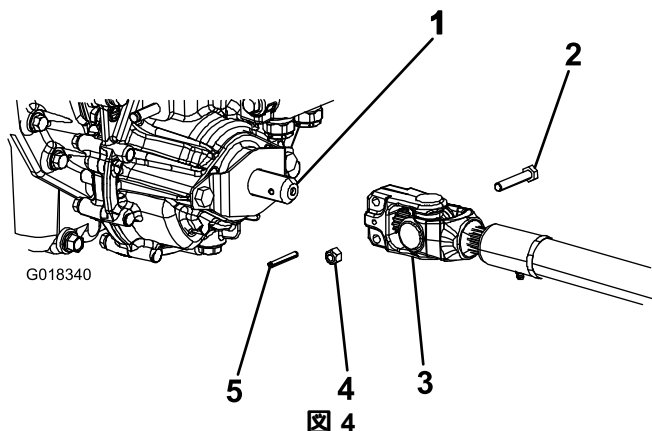

図 4
- PTO 駆動シャフトを機体前部の下に置く。駆動シャフトのスリップシャフトヨーク 図 4 がトランスミッションの PTO シャフトを向いていることを確認する。